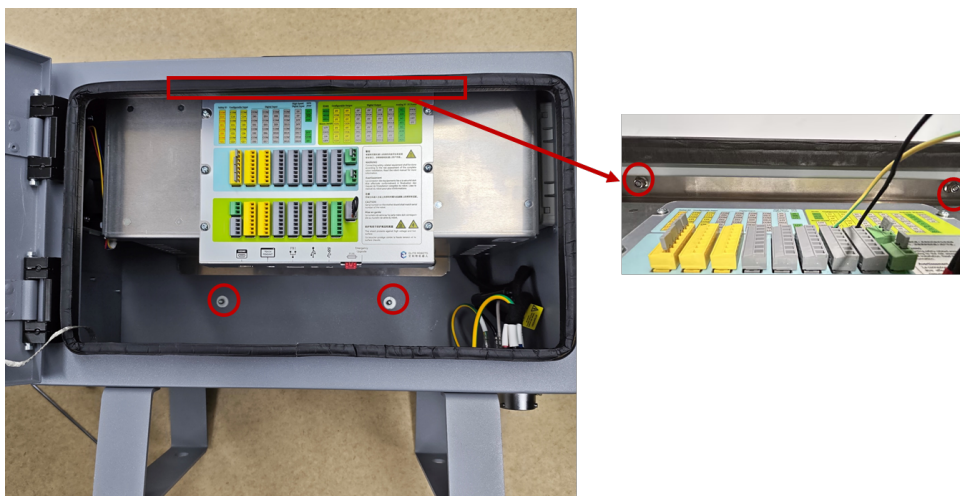

图 3-24: 控制柜内六角圆柱头螺钉位置
10. 将安装钣金模块放回箱体内，并将 4 颗内六角圆柱头螺钉拧紧固定好安装钣金，如图 3-24所示；